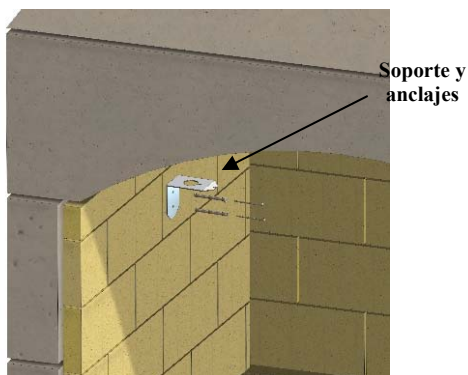

Figura 30. Instalar el soporte y los anclajes
- C. Instalar el soporte hacia la parte delantera de la caja de fuego, a unos 30 cm por encima del suelo de la caja de fuego. El soporte capturará el cable de funcionamiento de la compuerta. Utilice una broca de mampostería de 1/4" para evitar grietas en el ladrillo refractario. Véase la figura 30.